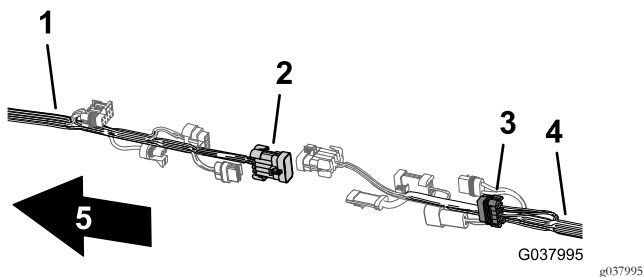

図 110
6. 前方ハーネスのスプレー用ハーネスインターコネクタの10ピンコネクタを、後方ハーネスのスプレー用ハーネスインターコネクタの10ソケットコネクタに接続する 図 110。